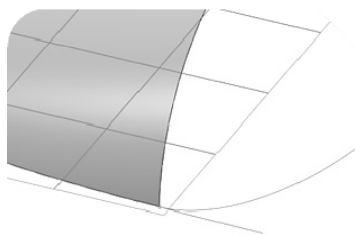

图 7-108 曲面相切曲线
⑪ 曲面相切：端点设置为曲面相切约束的曲线，曲线与曲面边界连接呈相切状态，如图 7-108 所示。